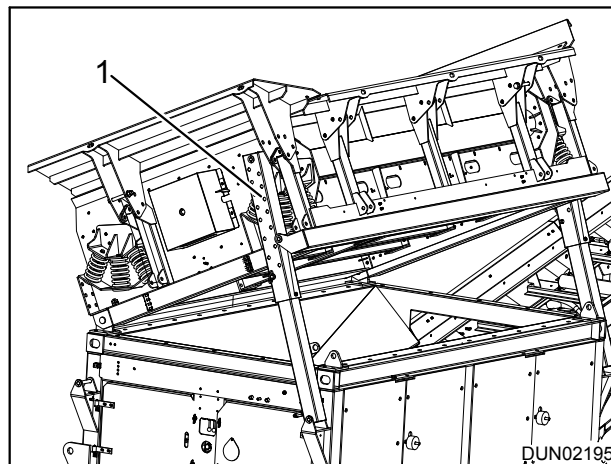

Figure 5.3 - Trilrooster in bedrijfspositie
2. Gebruik de hendel (item 4) op het hydraulische bedieningspaneel om het gewicht van de pennen in de uitschuifbare poten af te halen (item 1, zie afb. 5.3).